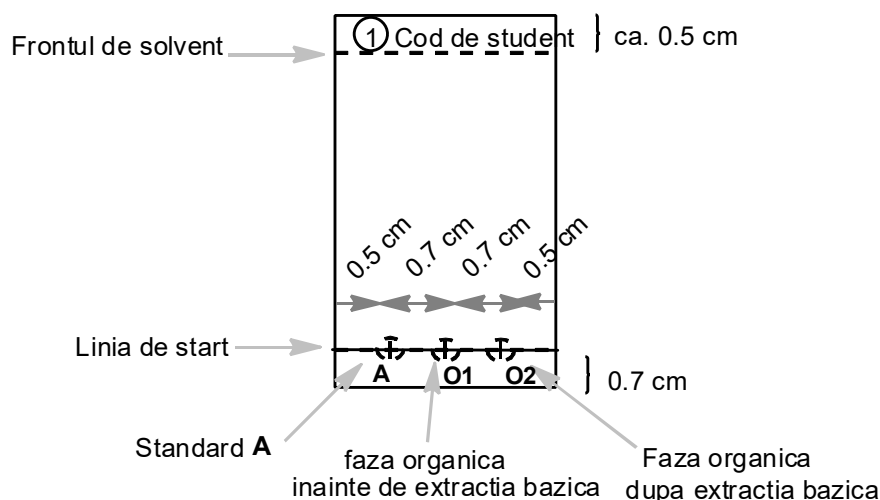

Figura 2. Instrucțiuni pentru pregătirea plăcuței CSS.
- Pregătește o plăcuță CSS. Verifică plăcuța înainte de folosire. Plăcuțele nefolosite pătate vor fi înlocuite la cerere fără penalizare. Desenează cu creionul linia de start și marchează pozițiile în care vei depune probele. Scrie numărul 1 încercuit și codul de student în partea de sus a plăcuței CSS, după cum este prezentat în Figura 2. Dizolvă proba de 2-acetonaftonă din flacon (**Standard A**) adăugând cca. 2 cm³ etanol (aproximativ o pipetă Pasteur). Cele trei poziții se notează **A**, **O1** și **O2**. Depune 1 μl (o picătură/diviziune din capilarul de 5μl) din proba **A** și din fazele organice reunite de la punctul II.3 (**O1**). Proba **O2** o vei adăuga mai târziu.